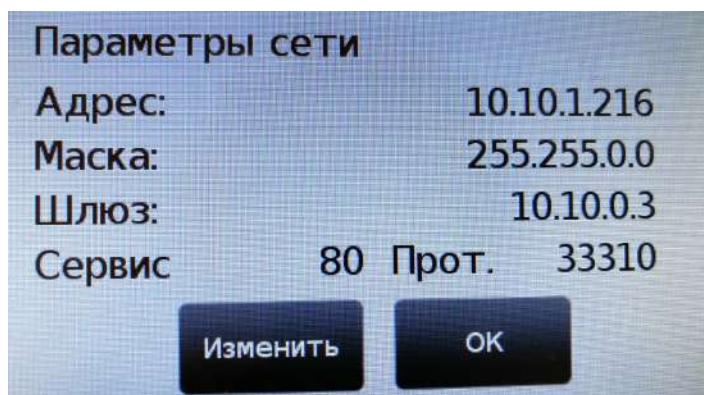

Рис. 8.7.2. Сетевые параметры Преобразователя.
8.7.2. В открывшемся окне будет выведена информация о текущих сетевых параметрах Преобразователя, см. рис. 8.7.2.
8.7.4. Для изменения значения сетевых параметров нажмите на кнопку «**Изменить**», см. рис. 8.7.2, стр. 16.
8.7.5. После контроля/изменения значения параметра «Порт протокола» (см. рис. 8.7.7, стр. 19) нажмите на кнопку «Ввод» и откроется окно информации о текущих сетевых параметрах Преобразователя, см. рис. 8.7.2, стр. 16.